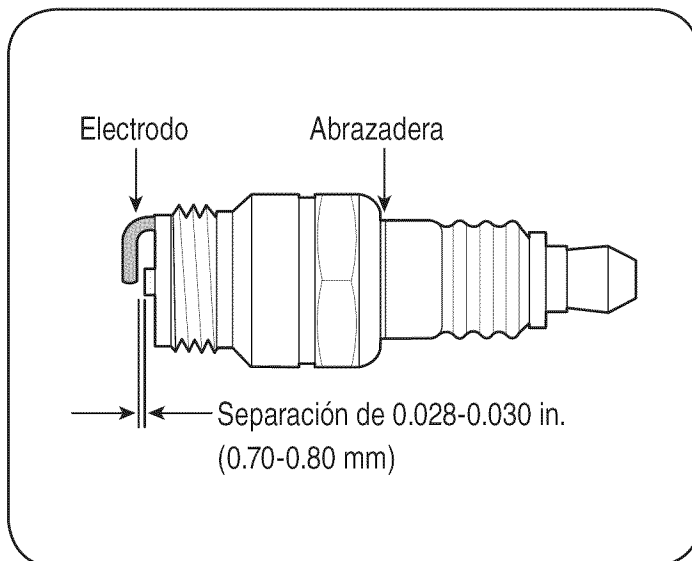

Figura 12
4. Mida la separación de las puntas del electrodo con un medidor adecuado. La separación correcta es 0,028-0,030 in. (0,70 – 0,80 mm). Vea la Figura 12. Si es necesario un ajuste, corrija la separación doblando cuidadosamente el electrodo lateral.